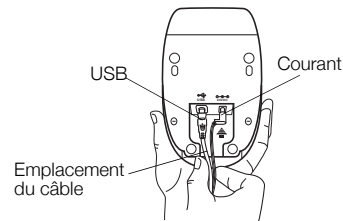

Figure 4
- 2 Branchez l'adaptateur de courant dans le connecteur de courant sous de l'imprimante. Voir Figure 4.